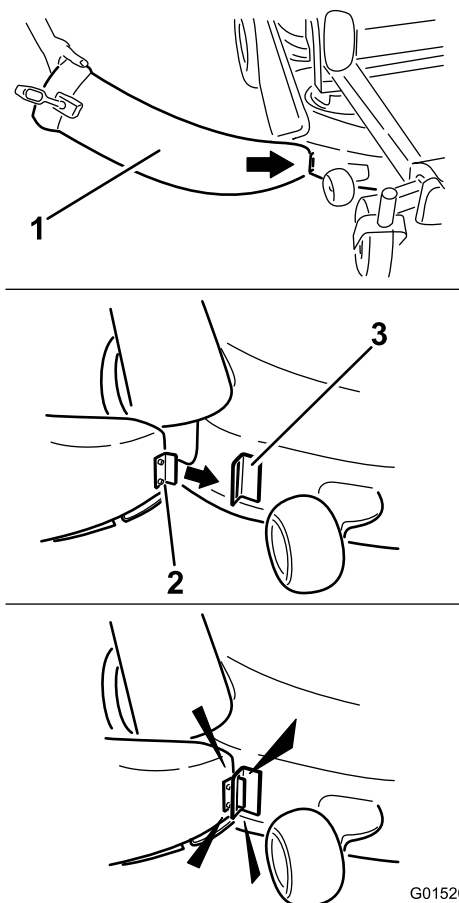

Figura 11
1. Inserite ad angolo la linguetta metallica sul frontale della guida di scarico nell'apertura prevista nella staffa saldata sul piatto di taglio, davanti al deflettore di scarico (Figura 11).